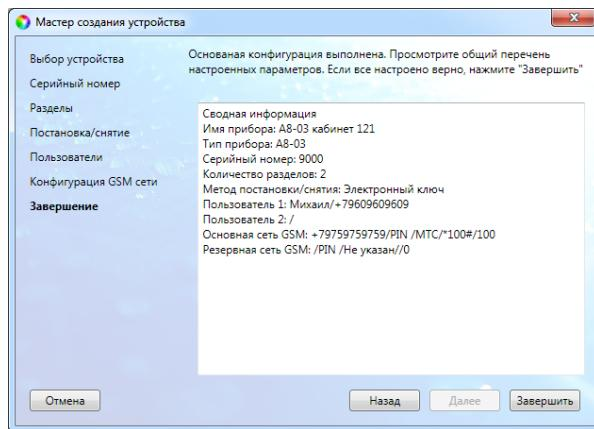

Рис. 5.11. Окно Завершение
13. В следующем окне *Завершение* отображаются указанные параметры (рис. 5.11). Для завершения нажмите кнопку *Завершить*. Для того чтобы вернуться назад и изменить параметры, нажмите кнопку *Назад*.